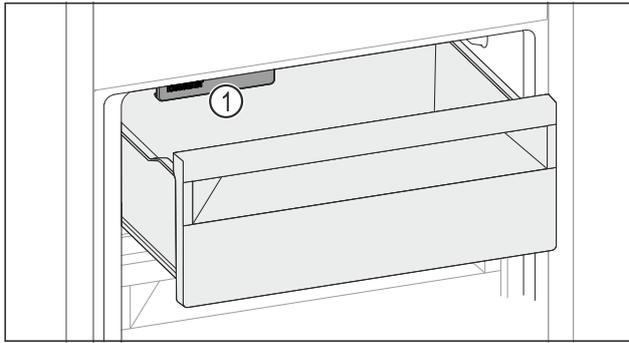

Fig. 162
- Слідкувати за функцією IceMaker Fig. 162 (1).